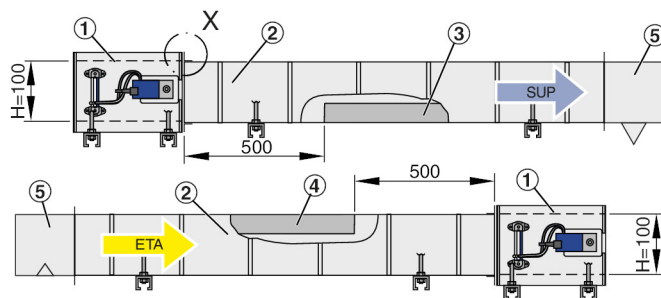

Fig. 26: Installation du silencieux TX H = 100 mm
- Le silencieux secondaire TX peut être installé directement en amont / en aval du régulateur de débit, dans la section non active du régulateur de débit, Voir la Fig. 26.